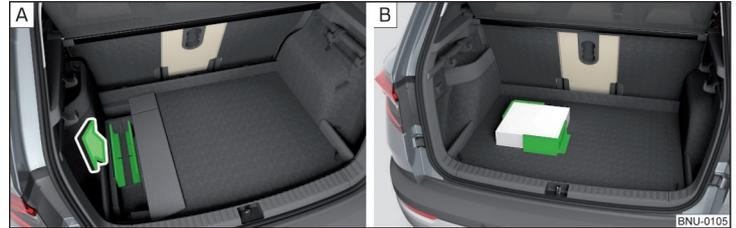

Abb. 150 Cargo-Elemente herausnehmen / Befestigungsbeispiel der Ladung
- › Vor dem Gebrauch die Cargo-Elemente in Pfeilrichtung herausnehmen » Abb. 150 - **A**.
- › Die Ladung mittels der Cargo-Elemente möglichst in der Nähe der Rücksitze befestigen » Abb. 150 - **B**.